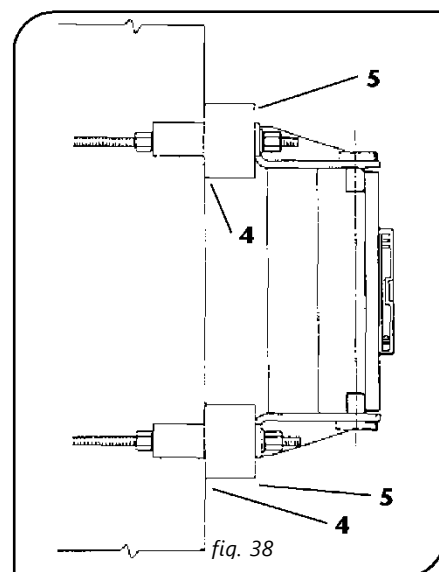

fig. 38
- d. Placera vid behov lämpliga shims **4** (ingår ej i leveransen) under de främre fästelementen **5** (fig. 38).